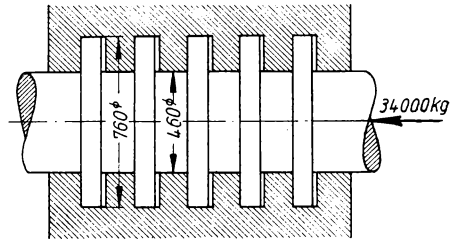

Bild 246
**376.** Eine Schiffswelle, durch eine 7000pferdige Dampfmaschine mit  $n = 80 \text{ U/min}$  angetrieben, übt  $34000 \text{ kg}$  Axialschub auf das schematisch skizzierte Kammlager aus (Bild 246). Die „Kämme“, d. h. die Ringzapfen der Welle, haben  $760 \text{ mm}$  äußeren und  $460 \text{ mm}$  inneren Durchmesser. Die Reibung werde auf dem mittleren Ringkreise wirksam angenommen mit einer Reibungszahl  $0,05$ . a) Wieviel PS beträgt der Leistungsverlust infolge Reibung der Ringzapfen? b) Wie groß ist der Wirkungsgrad des Kammlagers?